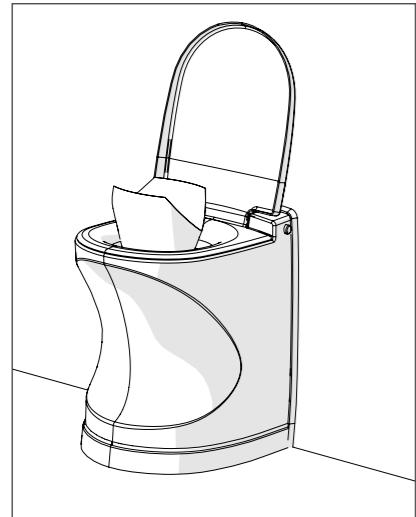

Ilustración 1
2. Coloque la bolsa en el tazón. Use una bolsa nueva para cada visita al inodoro (ilustración 1).